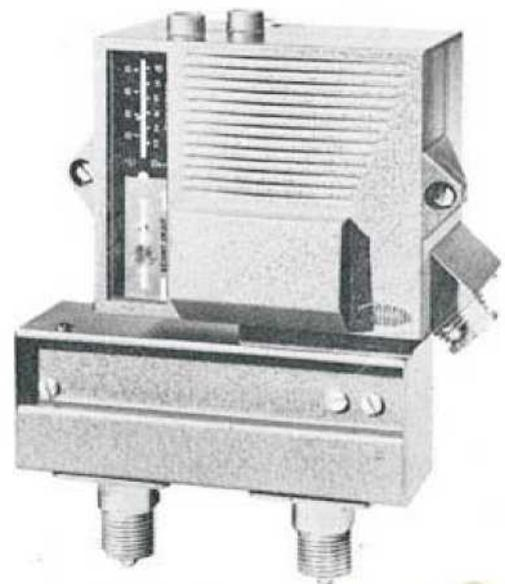

Fig. 4 — Types DP et DPA
- de leur variante « DIFFÉRENTIEL » (fig. 4),